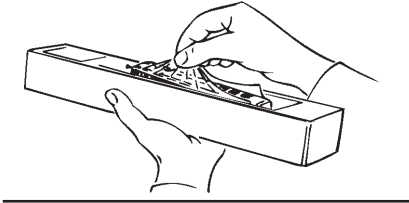

Fig. 2
**Aufrüstung:** Sie können für Ihren Fahrbetrieb unter verschiedenen Kupplungen wählen (Fig. 2). Wir empfehlen den Einsatz der ROCO-Kurzkupplung. Im beigelegten Zurüstbeutel finden Sie auch kleine vorbildgetreue Steckteile für eine erweiterte Aufrüstung Ihres Modells (Fig. 2+3), die Sie bitte **vorsichtig montieren. Achtung!** Kleben nur mit ausdrücklichem Hinweis.
**Fittings:** Operation is possible with different couplings (fig. 2). We recommend using the Roco close coupling. In the enclosed accessory bag you will find small kits to be fitted on your model. Please **mount them cautiously**.
**Attention!** Use glue only if indicated (fig. 2+3).
**Les attelages:** En vue d'une exploitation pratique sur votre réseau vous pouvez choisir parmi plusieurs types d'attelages conformes aux différents systèmes d'attelage pratiqués en H0 (voir fig. 2). Nous vous recommandons l'emploi de l'**attelage court Roco**. Le sachet joint comprend entre autres des petites pièces de finition conformes à la réalité et à **rapporter avec précaution** par le modéliste (fig. 2+3), si désiré.